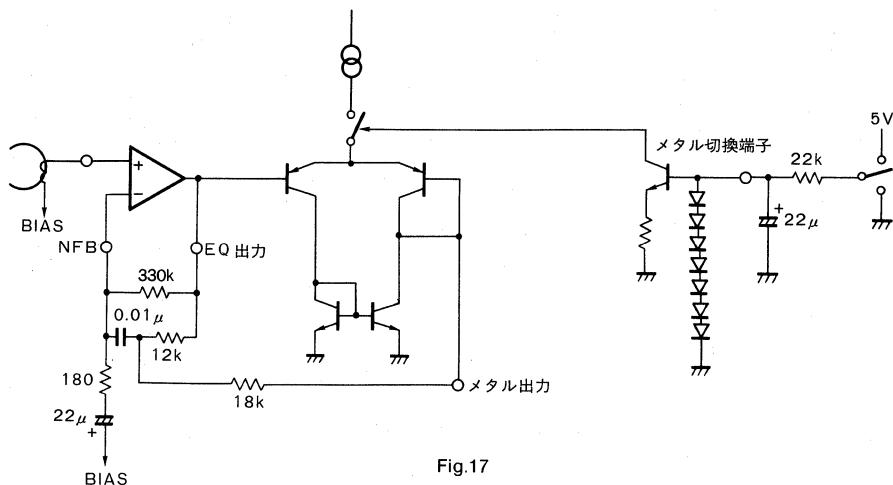
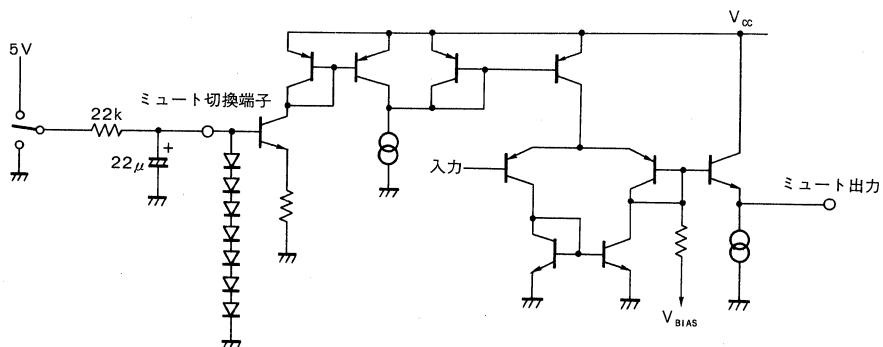

Fig.17
Fig.18
③メタル切換回路 メタルテープに対応するため、EQ アンプのイコライザ定数を変える回路です。
a. Fig. 17 のメタル切換端子が、3.0V 以下の時ノーマル再生に対応します。
b. Fig. 17 のメタル切換端子が、3.0V 以上の時メタル再生に対応します。
④ミュート切換回路 EQ アンプの出力にミュートをかける回路です。
a. Fig. 18 のミュート切換端子が 2.6V 以下の時、ミュートが切れ信号が出力されます。
b. Fig. 18 のミュート切換端子が 2.6V 以上の時、ミュートが入り信号がカットされます。